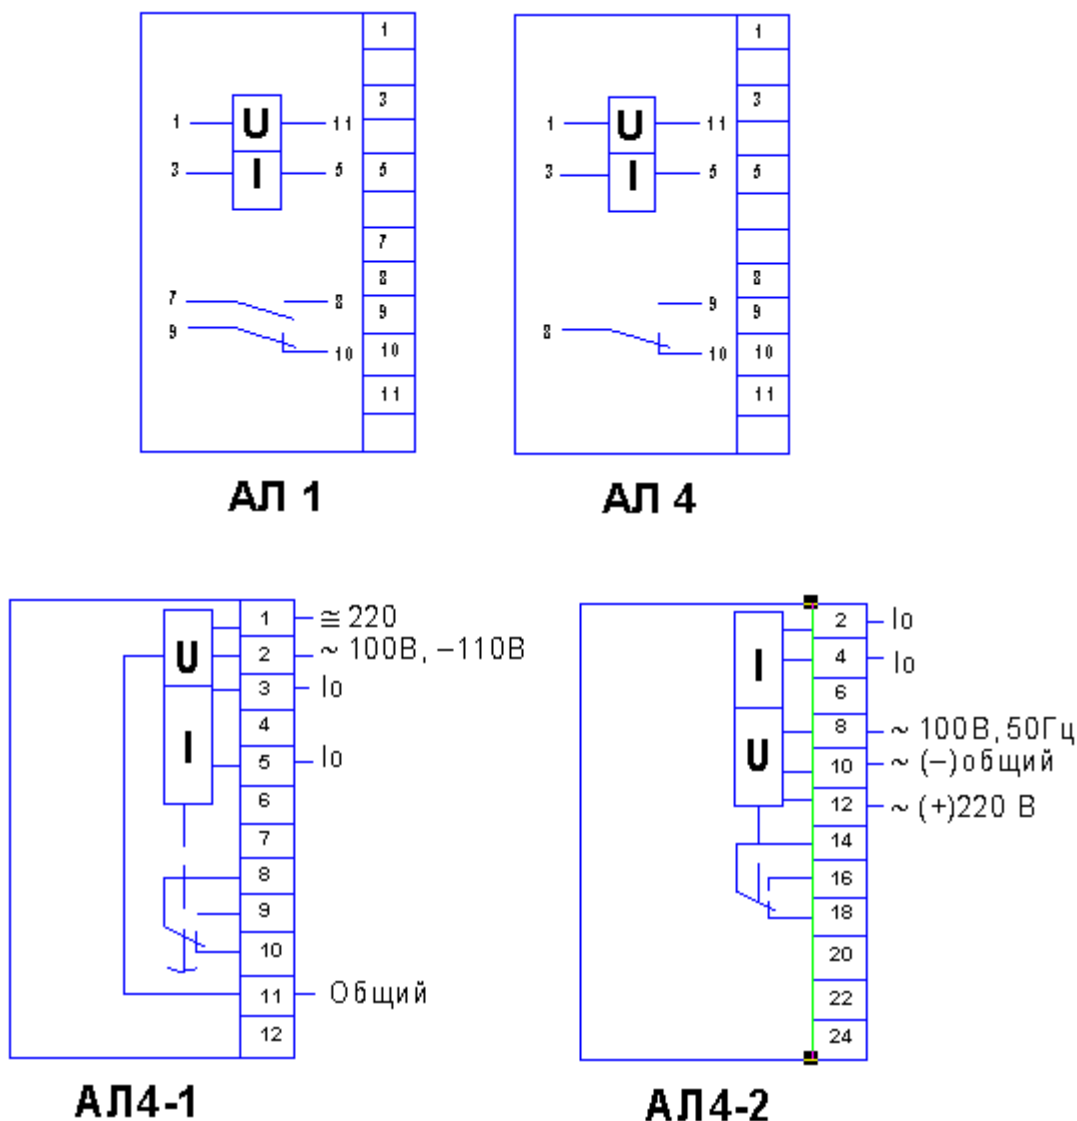

Рисунок 2 – Схеми підключення реле
Оперативна напруга живлення, контрольований струм та вихідні контакти реле підключаються відповідно до схем підключення реле (рисунок 2).
- відповідно до схеми підключення реле (рисунок 2) подати відповідну оперативну напругу живлення;